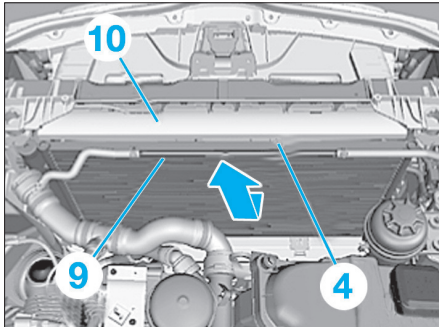

Fig. 9
• Dégager le condensateur de climatisation (4) vers le haut, en passant entre la conduite de purge (9) et le recouvrement (10) (Fig.9).